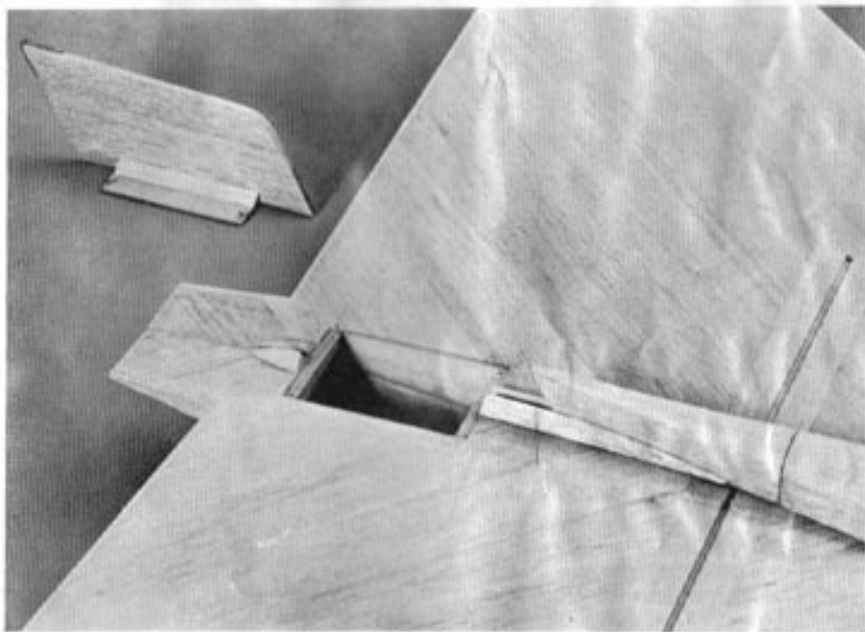

Abb. 7
FW **Mit Fahrwerk:** Zum **Schutz der Luftschraube** bei Start und Landung wird eine untere Seitenflosse (107 *) angebracht. Diese ist fest mit dem Tankdeckel (64) verleimt. Der Rumpfabschließklotz (62) wird deshalb vor dem Verleimen (nach Schnitt D—D mit Fahrwerk) profiliert. Siehe Abb. 7.